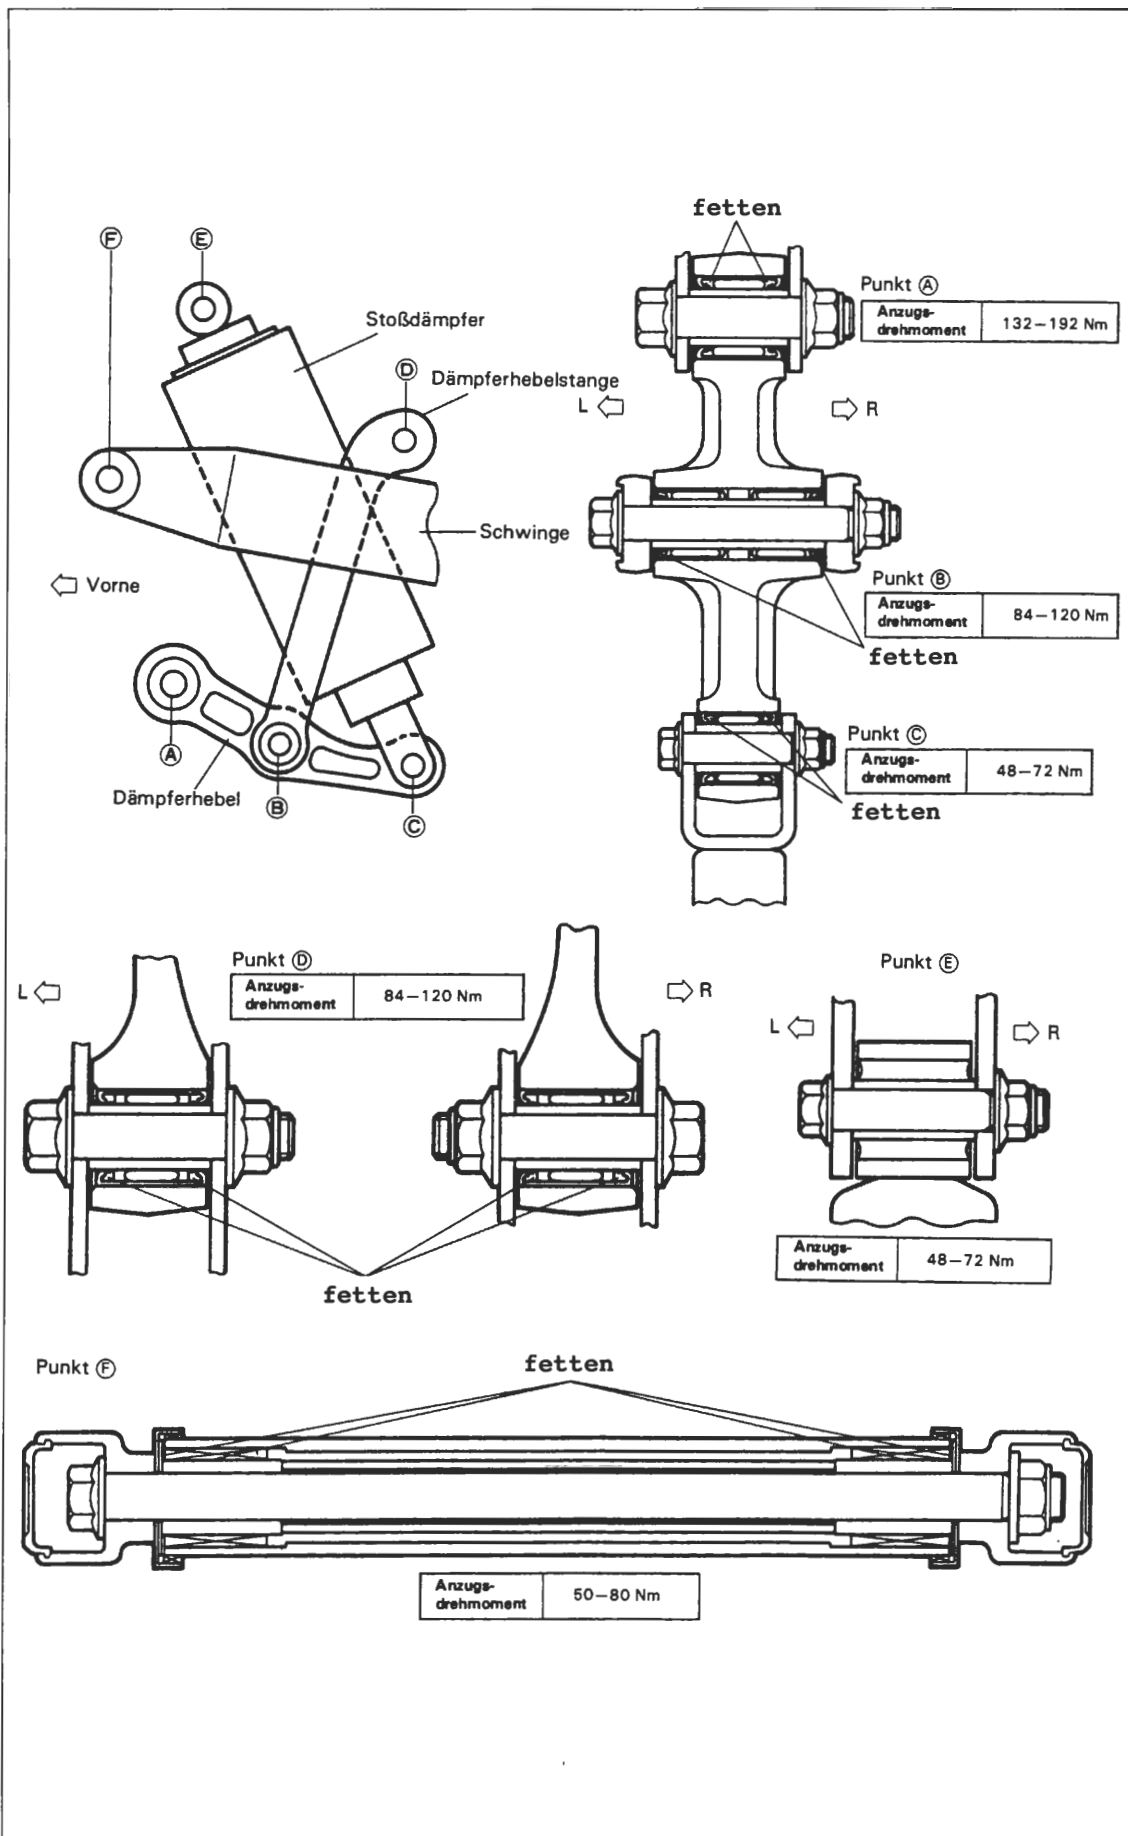

Bild 322
- Einbaulage der Hebeleier und Anzugsmomente siehe Bild 322.